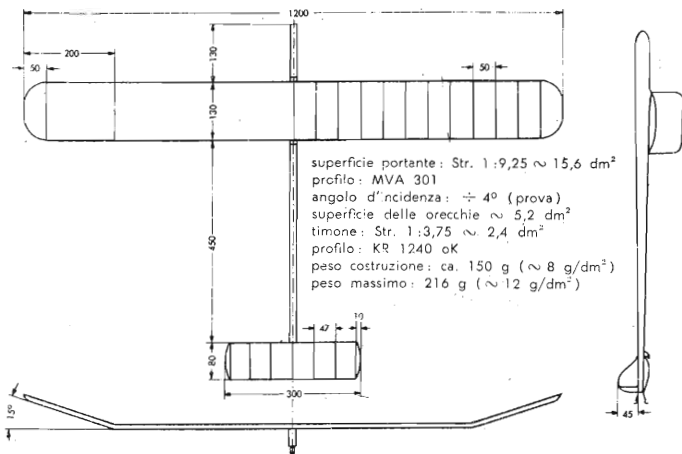
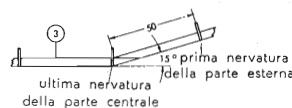

Fig. 547. Le misure principali del nostro modello.
Fig. 548. Come si uniscono le tre parti dell'ala col longerone principale.
Ora dobbiamo disegnare in scala 1:1, secondo lo schema (fig. 547), uno schizzo del piano alare, per potervi montare le singole parti. L'ala è formata da tre parti costruite separatamente. Prepareremo e monteremo per primo il longherone principale (3) per la piegatura delle estremità. L'angolo di piegatura sarà di 15°. Le parti esterne verranno collegate alla parte centrale (fig. 548), senza essere incollate. Si dovrà fare attenzione che il taglio, per inserirvi le centine, sia fatto bene a squadra.